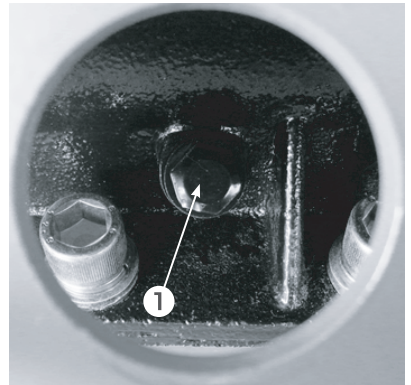

РИС. 19
5. Открутите пробку 1 контрольного отверстия (Рис. 19) и слейте масло в подготовленную ёмкость. Внимательно осмотрите слитое масло на предмет наличия металлических частиц.